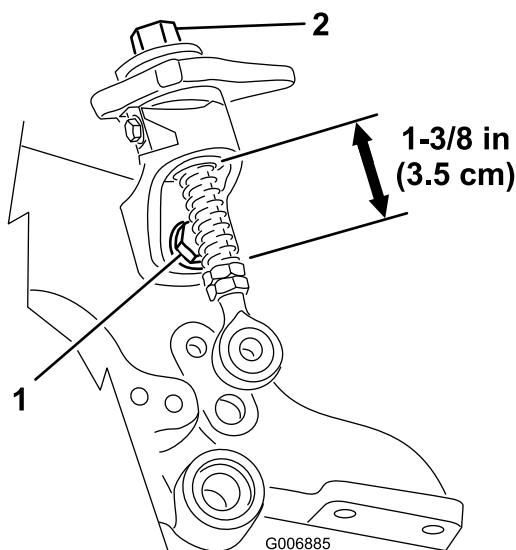

図 27
2. クイックアップ取り付けボルトをゆるめ、ねじ山付きロッドがずれていないこと、下のクイックアップ・ランプに噛んでいないことを確認する (図 27)。ボルトを締め付ける。
3. クイックアップスプリングの長さ (ねじ山付きロッド上の長さ) を点検する ; 3.5 cm あればよい。図 27を参照。
4. 高さ調整ノブが自由に回転しない場合は、ブッシュが汚れている可能性がある (図 27)。必要に応じてブッシュを清掃する。